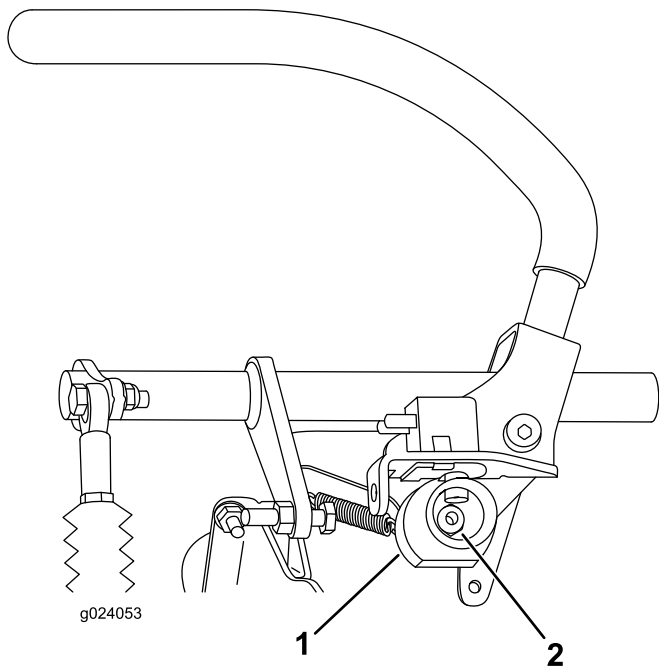

Figura 69
7. Solte a porca que fixa o excêntrico (Figura 69).